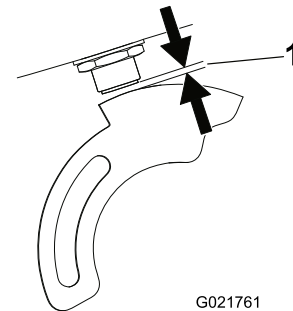

Bild 15
- Stellen Sie den Proximityschalter mit den Klemmmuttern nach oben oder unten ein, bis der Abstand zwischen dem Schalterplunger und der Sensorplatte 3,8 mm bis 4,3 mm beträgt (Bild 15). Ziehen Sie die Klemmmuttern mit 20 N-m an, wenn Sie den Abstand erzielt haben.